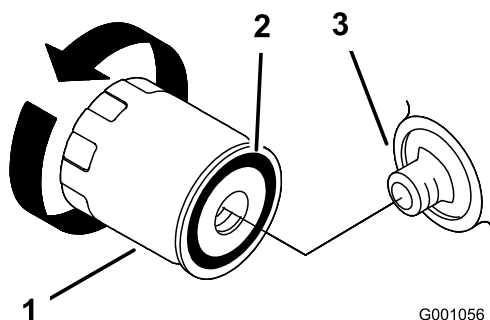

Figura 23
2. Remova o filtro de óleo antigo e limpe a superfície de vedação do adaptador do filtro (Figura 23).
3. Aplique uma fina camada de óleo para sistemas hidráulicos na junta de borracha do filtro de substituição (Figura 23).
4. Instale um filtro de óleo de substituição no adaptador do filtro, rode o filtro de óleo no sentido horário até que o vedante de borracha entre em contacto com o adaptador do filtro, em seguida, aperte o filtro mais 2/3 a 1 volta (Figura 23).